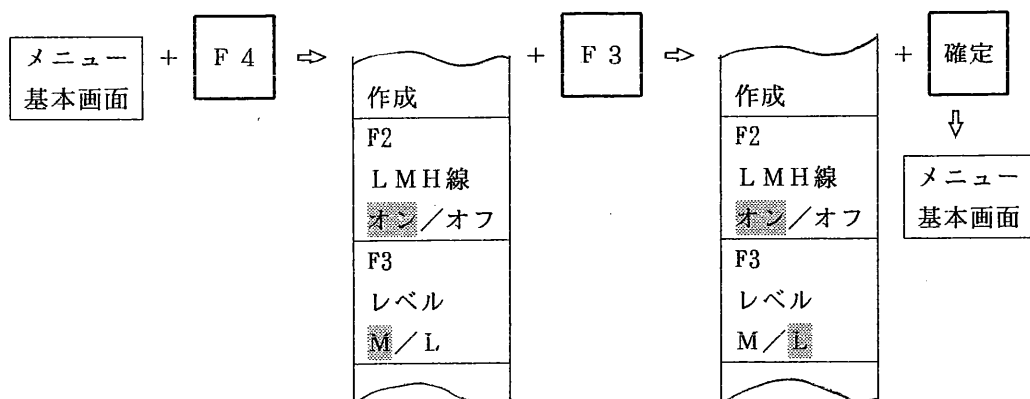

図 9.3.11 M検出レベルからL検出レベルへの切替えの手順
- ① 選択キー〔F 4〕を1回押すと図 9.3.11 の選択メニューが表示されます。このメニューの〔F 3〕の項を見ると、〔M〕の部分にカーソルがあります。
- ② 〔L〕に切り替える場合には、選択キー〔F 3〕を1回押します。カーソルが〔L〕に移りますからそれを確認して確定キーを1回押します。